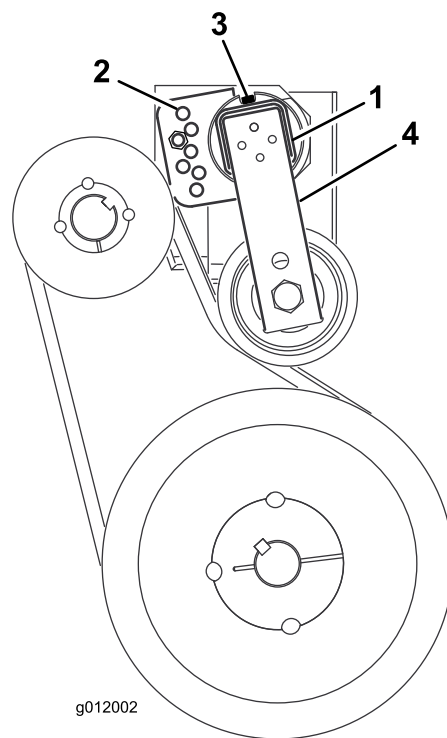

Figura 15
3. Retire el tornillo y la tuerca que sujetan la guía del tensor al bastidor del soplador (Figura 15).
4. En la parte trasera del bastidor, afloje el tornillo que fija el tensor de la correa al bastidor (Figura 15).
6. Introduzca el tornillo en los taladros de guía alineados y sujételo con la tuerca (Figura 15).